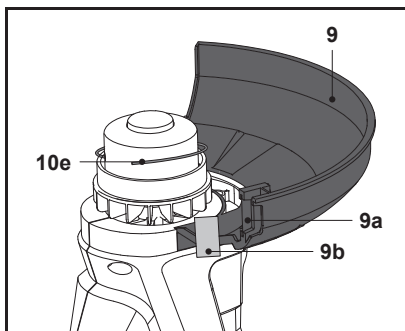

Fig. 6
La protection (9) protège l'opérateur contre les objets projetés pendant le fonctionnement. Elle est équipée d'une lame (9a) qui coupe les fils de coupe (10e) (Fig. 6).